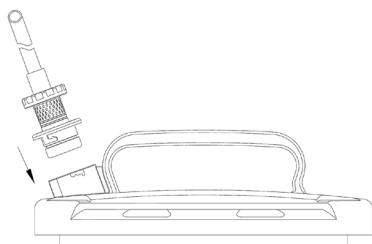

Fig. 1
3. Insérez le raccord de tuyau (n° 25 ou 33) de capteur dans l'admission de liquide en haut du contenant et tournez-le dans le sens antihoraire pour le verrouiller (fig. 1 et 2).